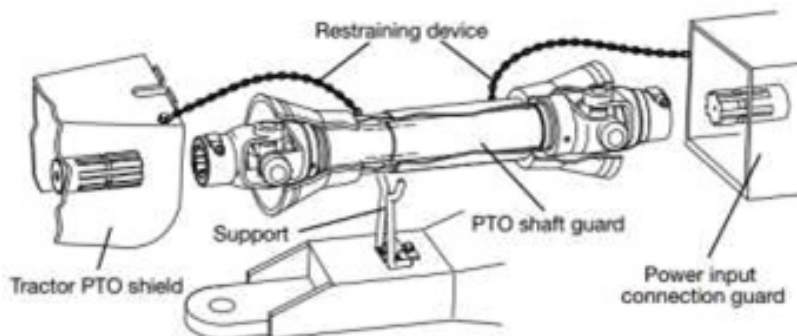

Figura 16- Conexión de la cadena de seguridad del eje de la TDF.
- Se suministran cadenas pequeñas con la línea de transmisión. Deben estar conectadas a las protecciones de la línea de transmisión interior y exterior y al implemento y al tractor para restringir la rotación de las protecciones. (Figura 16)